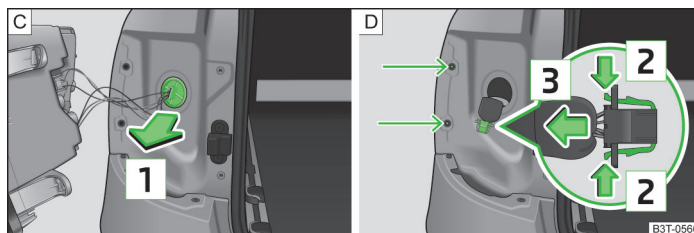
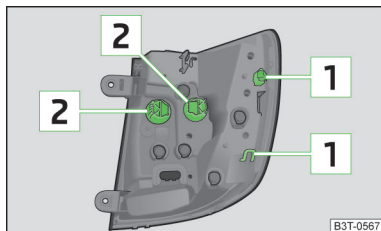

Abb. 212 Dichtung ausbauen / Leuchtenstecker
Abb. 213
- › Die Gummidichtung in Pfeilrichtung [1] ausbauen » Abb. 212 - [C].
- › Den Leitungsstrang mit dem Stecker abziehen » Abb. 212 - [D].
» Abb. 212 - D.
» Abb. 212 - C.
- › Die Rückleuchte mit den Öffnungen **1** » Abb. 213 auf Seite 254 in die Bolzen an der Karosserie stecken » Abb. 212 - D.
- › Die Lampenfassung **2** » Abb. 213 **entgegen dem** Uhrzeigersinn drehen und aus dem Leuchtengehäuse herausnehmen.